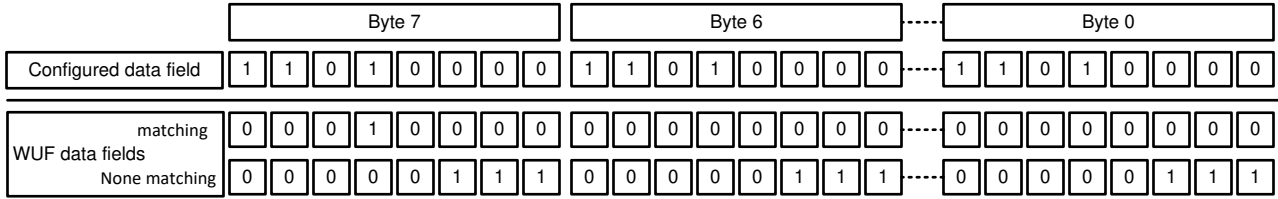

图 8-25. WUF 示例的数据字段验证
当通过数据掩码位启用数据掩码时，接收帧的数据必须与配置的数据匹配，其中接收帧的数据字段中至少有一个逻辑高电平 (1) 位与所配置数据的数据字段中一个逻辑高电平 (1) 匹配。相关位位置由 8'h39 至 8'h40 中配置的数据确定，并由 8'h38[0] 中的数据掩码启用。图 8-25 显示了一个匹配数据和不匹配数据的示例。